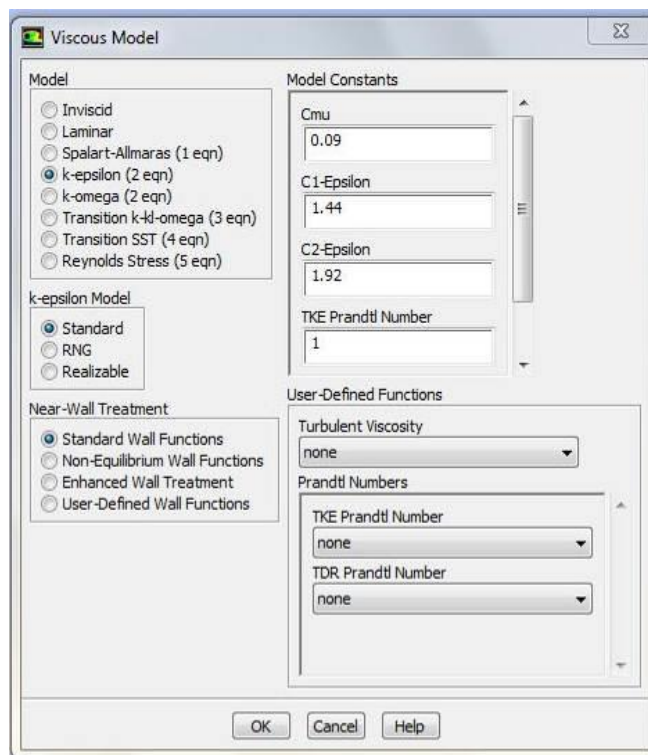

Рисунок 1.8 – Меню выбора модели турбулентности(*Viscous Model*)
2. Для обеспечения высокой точности расчетов необходимо выбрать соответствующую для данной задачи модель турбулентности. Учитывая сложность задачи, рекомендуется использовать  $k-\varepsilon$  модель турбулентности (рисунок 1.8). Для этого настройка модели турбулентности вызывается следующим образом: